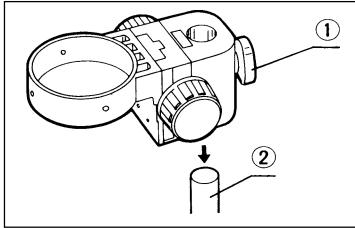

Abb. 1
- (1) Den Feststellknopf ① lösen und den Arm auf die Stange des Zubehörs aufsetzen. Den Feststellknopf ① fest anziehen (Abb. 1).
- ★ Den Feststellknopf ① nicht übermäßig festziehen, solange der Arm nicht an der Stange montiert ist.